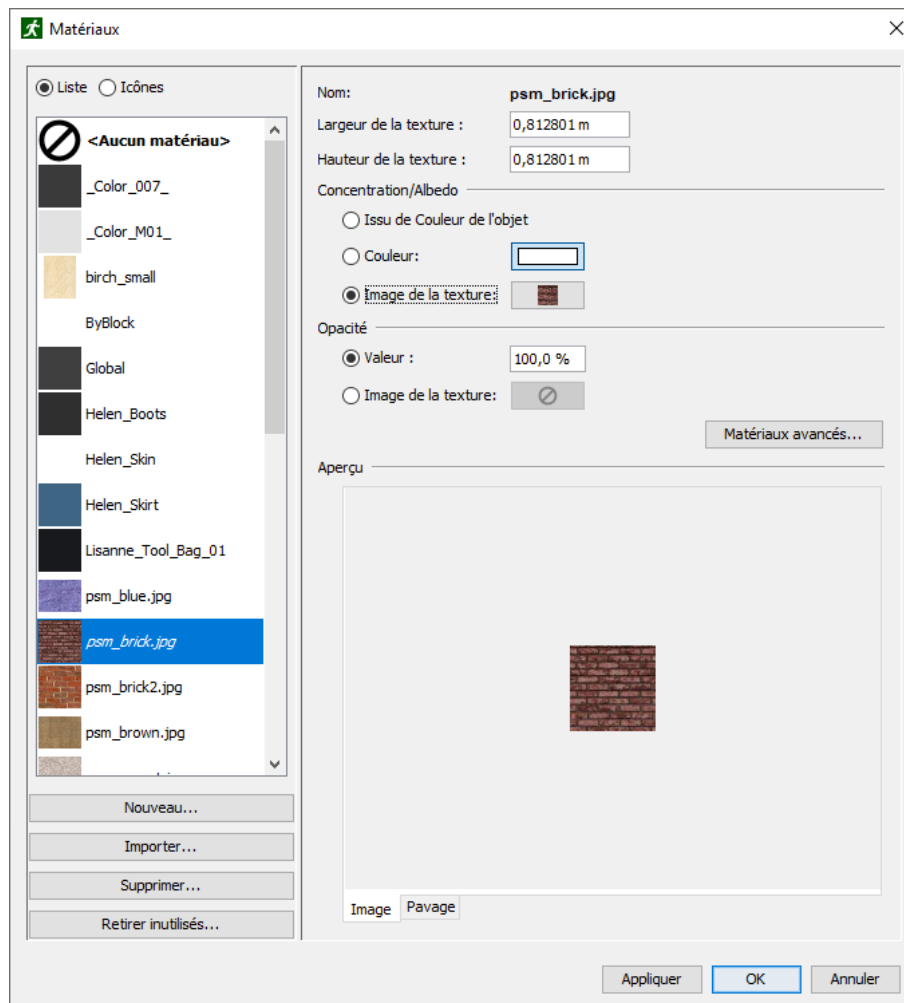

Figure 4.12 : le dialogue Matériaux
- **Matériau** : Le matériau appliqué aux surfaces sélectionnées lorsque l'option **Voir les matériaux** est activée. Si vous cliquez sur le bouton matériau, le dialogue **Matériaux** s'affiche, comme illustré à la figure 4.12 page suivante. Dans ce dialogue, soit le matériau peut être modifié, soit un nouveau matériau peut être appliqué aux surfaces en sélectionnant une dans la liste située sur la gauche et en cliquant sur le bouton **OK**. Pour supprimer la référence au matériau, sélectionnez l'option *<Aucun matériau>* dans la liste des matériaux. NOTE : étant donné que les matériaux peuvent être partagés entre les surfaces, si vous modifiez un matériau appliqué à une surface, cela modifiera également l'apparence visuelle de toutes les faces faisant référence à ce matériau.
Base de données des matériaux... dans le menu **Modèle**. Le dialogue **Matériaux** s’affiche, comme illustré à la figure 4.12.